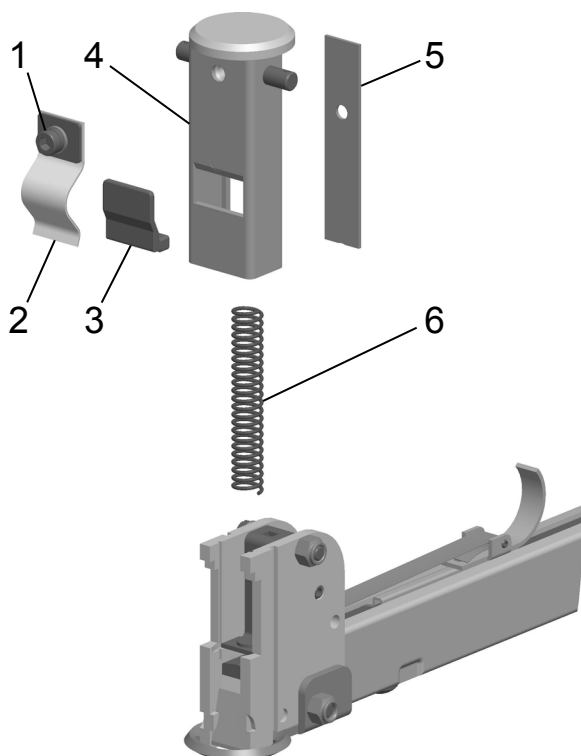

Fig. 16
3. Retirer une vis à tête cylindrique (Fig. 16/1). Appuyer sur la tête d'agrafage et retirer le dispositif de blocage d'agrafe (16/3).